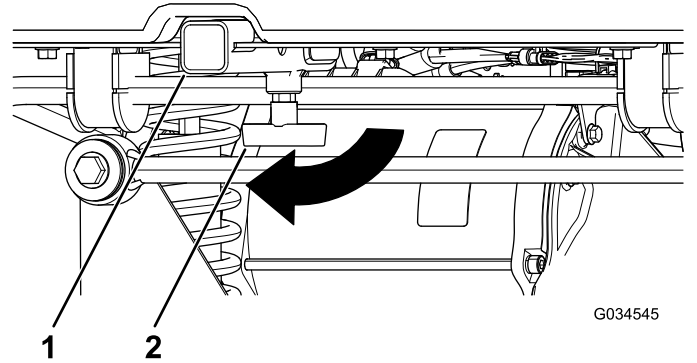

図 20
1. T字ハンドルを右に回してゆるめる 図 20。
2. レシーバにアクセサリを挿入し、穴どうしが並ぶまで押し込む 図 20。